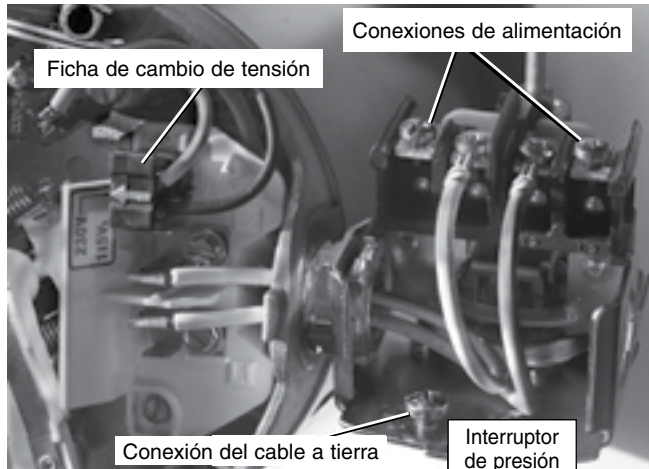

Figura 8: Tensión configurada para 230 voltios, tipo ficha.
4. Conecte los conductores de alimentación a los dos tornillos exteriores en el manóstato según se ilustra en el Figura 8.
5. Conecte el cable a tierra a una de las conexiones a tierra según se ilustra en la Figura 8.